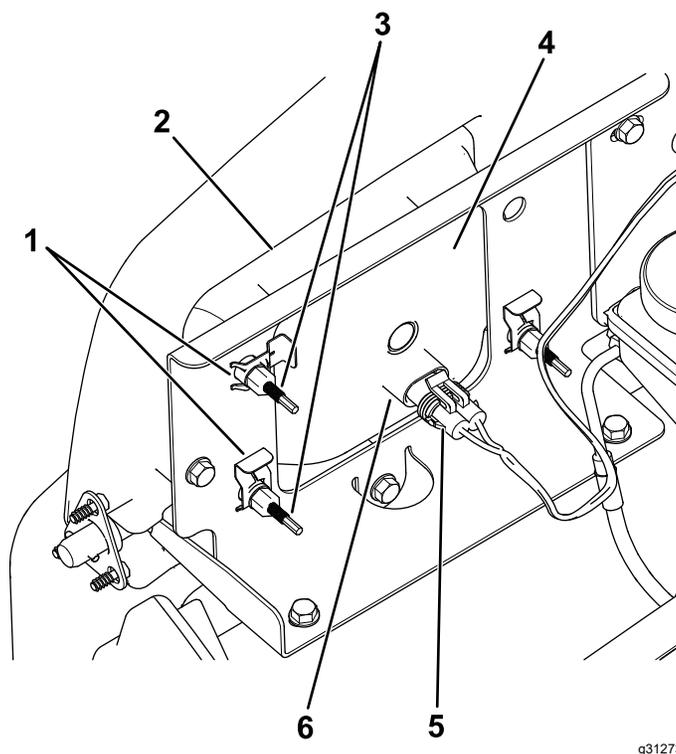

Bild 48
3. Schließen Sie den elektrischen Anschluss für den Kabelbaum vom Lampenanschluss ab (Bild 48).
- Entfernen Sie die Schellen, mit denen der Scheinwerfer an der Scheinwerferhalterung befestigt ist (Bild 48).
- Schieben Sie den Scheinwerfer nach vorne durch die Öffnung in der vorderen Stoßstange und entfernen Sie ihn (Bild 48).
- Setzen Sie den neuen Scheinwerfer durch die Öffnung in der Stoßstange ein (Bild 48).
- Schließen Sie den elektrischen Anschluss für den Kabelbaum am Lampenanschluss an (Bild 48).
- Drehen Sie die Einstellschrauben an der Rückseite des Scheinwerfers (Bild 48), um den Scheinwerfer zu drehen und den Scheinwerferstrahl einzustellen.